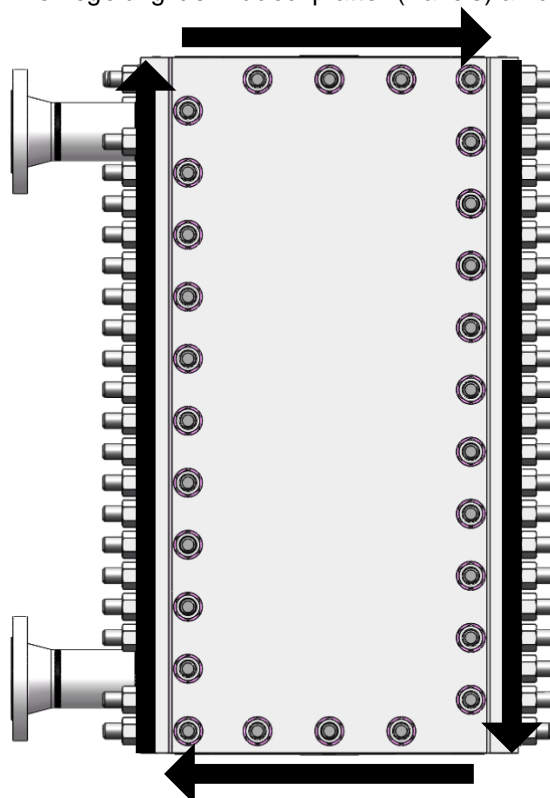

Abbildung 23
- Alle Muttern jeder Tafel mit demselben Drehmoment anziehen (Abbildung 23).